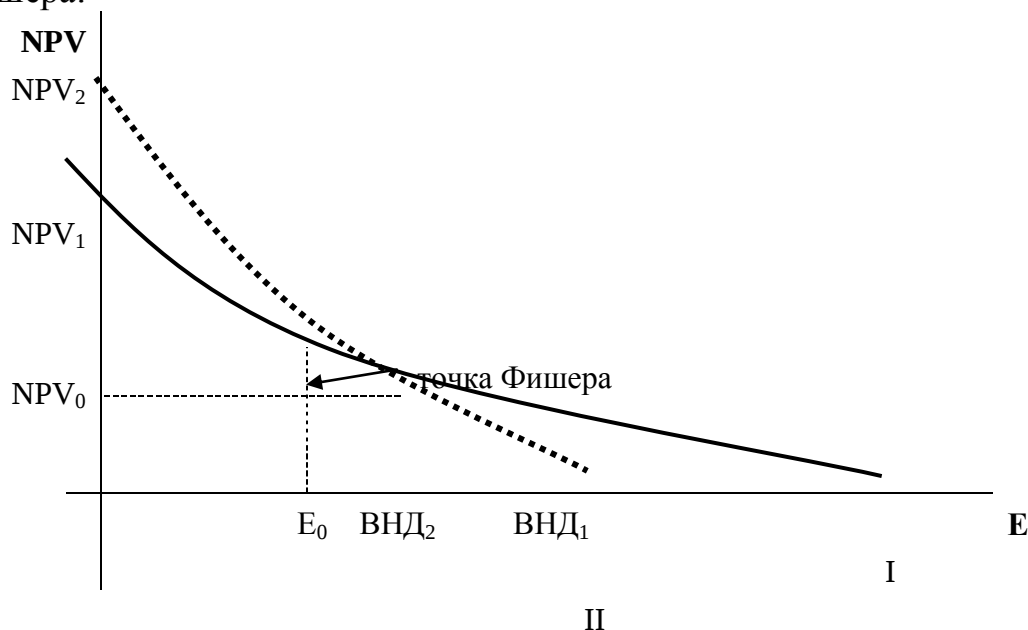

Рис.9.1. Графики зависимости $NPV = f(E)$ для нахождения точки Фишера
- пересекает ось X в точке, соответствующей **ВНД** проекта (рис.9.1).